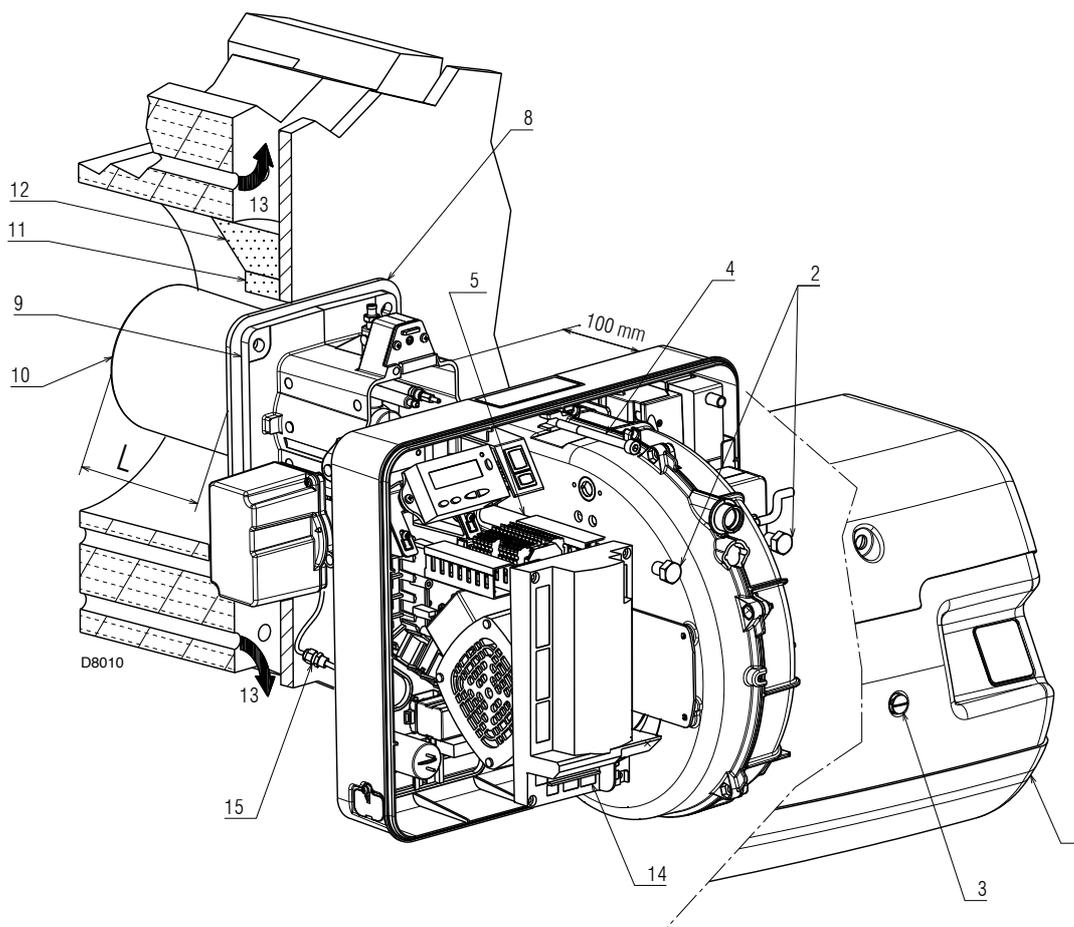

Fig. 17
Para calderas con paso de humos delantero (Fig. 17), realizar una protección de material refractario (11), entre el material refractario de la caldera (12) y el tubo llama (10). Esta protección debe permitir el desplazamiento del tubo de llama.
En calderas con frente refrigerado por agua, no es necesario el revestimiento refractario (11)-(12)(Fig. 17), salvo que lo indique expresamente el fabricante de la caldera.
Separar el cabezal de combustión del resto del quemador, como en la Fig. 17; proceder de la siguiente manera:
- volver a montar el quemador en las guías 3) aproximadamente a 100 mm del manguito 4) - quemador en la posición ilustrada en la Fig. 17;
- conectar el conector macho del servomotor 14)(Fig. 17) y enroscar el anillo pasacable 15);